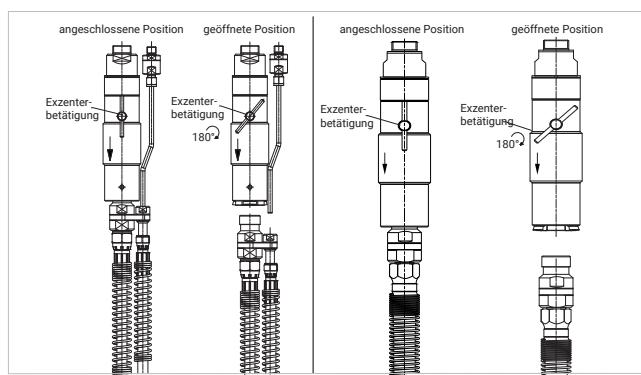

Abbildung 13
- ▶ Drehen Sie die Exzenterbetätigung (Pos. 2) um 180° (Abbildung 13)